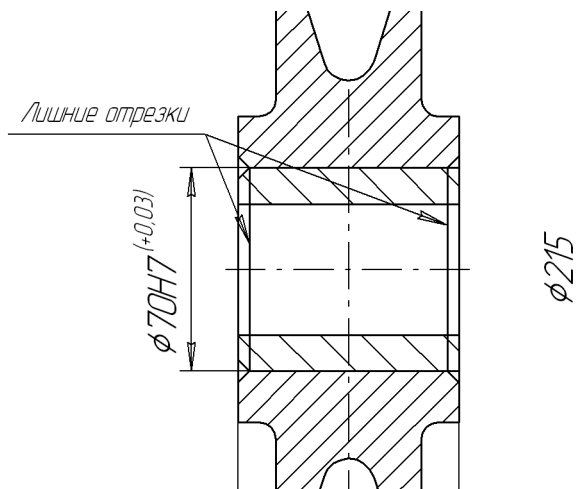

Рис. 53.11. Перекрывающиеся отрезки на сборочном чертеже
КОМПАС-3D V7, как векторная система, оперирует геометрическими объектами и не управляет пустыми областями, в том числе и ограниченными этими объектами, то есть не поддерживает механизм аппликаций. Под аппликацией принято понимать автоматическое «затенение» полностью или частично перекрывающимися деталями друг друга. Внешне это проявляется в том, что любые детали, составленные из геометрических примитивов, являются «прозрачными» и не затеняют друг друга. В нашем чертеже это хорошо видно: два отрезка, относящиеся к фаске отверстия *Ролика*, видны на изображении *Втулки*, которая логически должна находится на переднем плане и закрывать собой отверстие (рис. 53.11). В таких случаях в чертеже нужно вручную выполнить некоторые «косметические» операции, заключающиеся в удалении лишних геометрических объектов или их частей.
11. Выделите лишние отрезки, показанные на рис. 53.11, и удалите их.